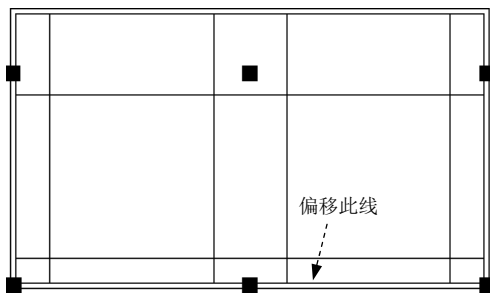

图 17.12.18 其余偏移
(3) 参照上一步创建其余偏移，偏移距离分别为 5800、2600、5800。选取图 17.12.18 所示的边线，向上偏移距离分别为 850 和 5800。